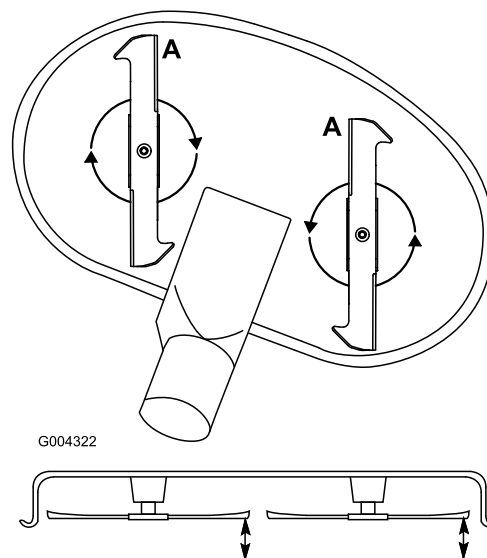

Figura 48
1. Girate le lame fino a disporle in parallelo con la lunghezza della macchina (Figura 48). Misurate da un piano orizzontale fino al tagliente delle lame, posizione A, (Figura 48). Prendete nota di questa misura.